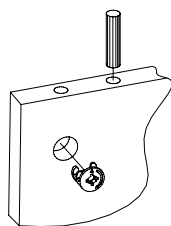

Рис.1
2. Вставить шканты в соответствующие торцевые отверстия детали 1 и деталей 1 от МБ-900 (Рис.1).